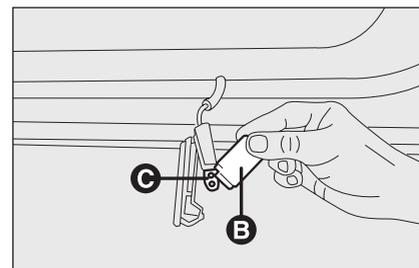

Рис. 36
- натисніть кожух лампи **B** (рис. 36) з боків, щоб звільнити фіксуючі штифти, і поверніть кришку;
- поміняйте лампу **C** (рис. 36), затиснувши її в патроні;